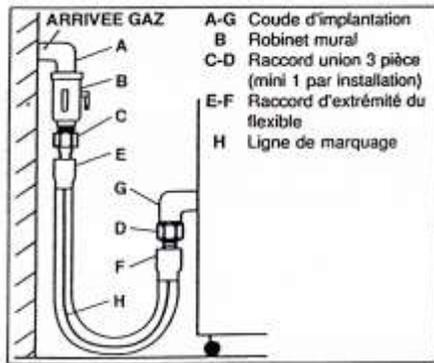

Figure 01
- Le monter impérativement entre des coudes d'implantation à 90° (*voir fig. 01*).
Pour connecter la rôtissoire à la canalisation d'arrivée du gaz de façon permanente, utiliser un flexible métallique homologué gaz et propane de type TUBOGAZ(5) ou similaire répondant à la norme NF D 36-123 (voir fig. 01).